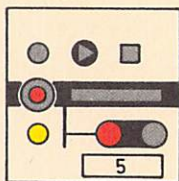

Bild 50
- (7) Mit einer Hilfsauflösung der Ausfahrzugstraße wird auch der erste Zentralblockabschnitt aufgelöst und das Zentralblocksignal auf Halt gestellt. Alle weiteren Zentralblockabschnitte bleiben festgelegt und die Zentralblocksignale in der Fahrtstellung. **Hilfsauflösung der Ausfahrzugstraße**
- (8) Das Zentralblocksignal am Anfang eines Blockabschnittes wird mit Besetzen des Blockabschnittes auf Halt gestellt; der Festlegeüberwachungsmelder erlischt. Der Blockabschnitt wird aufgelöst, wenn er geräumt ist; der Zielfestlegemelder erlischt. **Auflösen der Blockabschnitte**
- (9) Mit dem Besetzen des ersten Blockabschnittes in zulaufender Richtung ertönt kurzzeitig ein langsam schlagender Wecker als Vorblockmeldung. **Vorblockmeldung**
- (10) Fahrt zeigende Zentralblocksignale können durch Bedienen der Signalhaltgruppentaste und der Signaltaste auf Halt gestellt werden. Vor der erneuten Fahrtstellung ist der zugehörige Blockabschnitt durch Bedienen der Zentralblockhilstaste und der Zugstraßentaste am Ende des Blockabschnittes (Signal- bzw. Streckentaste) aufzulösen. **Auf Halt stellen der Zentralblocksignale**
- (11) Ein Zentralblocksignal kann durch Bedienen der Blocksignalsperrtaste und der Signaltaste in der Haltstellung gesperrt werden; der Sperrmelder leuchtet gelb (vgl. Bild 50). **Sperrern und Entsperren der Zentralblocksignale**